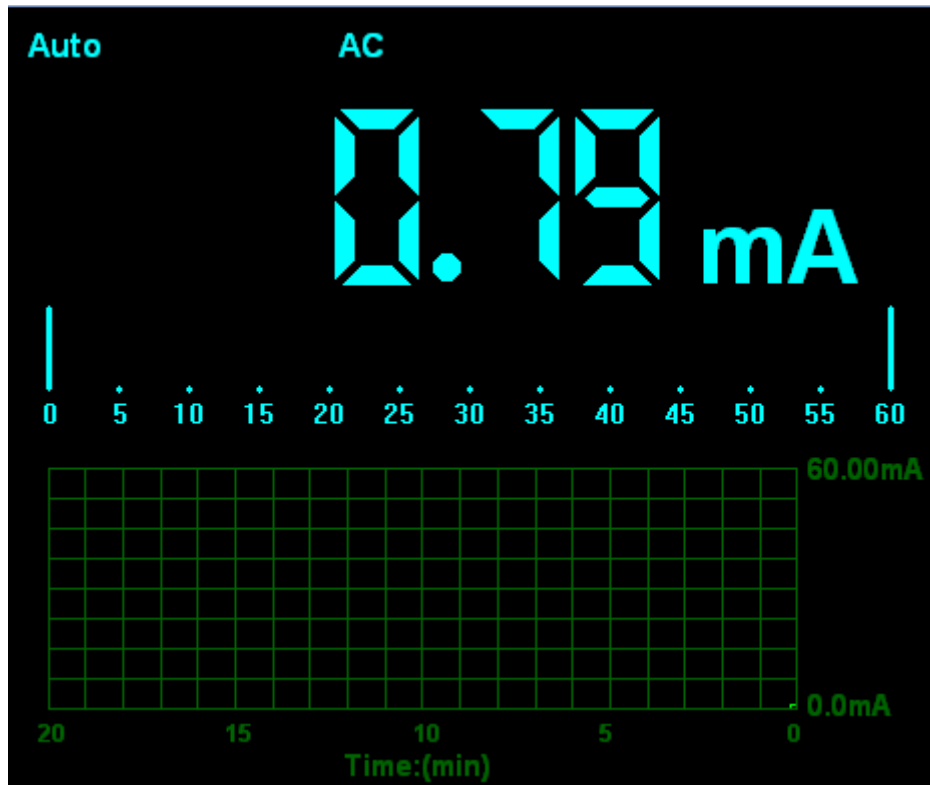

图2-10
- 将红色和黑色表笔连接到被测点，屏幕将显示被测点的交流电流值（如图2-10）。